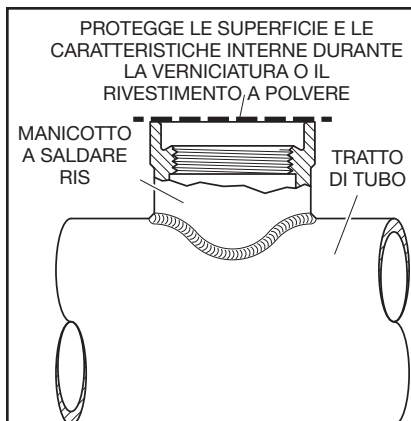

FIGURA 8
- Prima di verniciare o rivestire a polvere il manicotto a saldare RIS, mascherare il labbro del raccordo come mostrato nella Figura 8. Per esempio, 4,76 mm (1-7/8 pollici) dischi di mascheramento in poliestere ad alta temperatura o un magnete in ceramica ad alta temperatura da 5,08 mm (2 pollici) può essere usato per mascherare il raccordo.